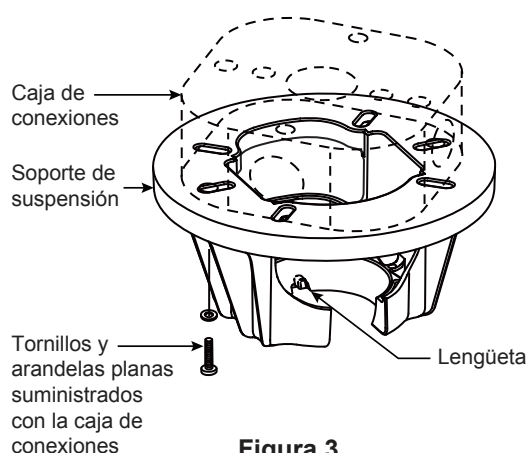

Figura 3
1. Fije bien el soporte de suspensión a la caja de conexiones con los tornillos y las arandelas planas suministrados con la misma. (Figura 3)
NOTA: Se deben pasar los tornillos de la caja de conexiones a través de los orificios que se encuentran en el soporte de suspensión. (Figura 3)
- ☐ 3. Con cuidado, levante el ventilador y apoye la unidad del barral/de la semiesfera en el soporte de suspensión que acaba de fijar a la caja de conexiones. (Figura 4) Asegúrese de que la ranura en la semiesfera esté alineada con el reborde del soporte de suspensión. (Figura 3)